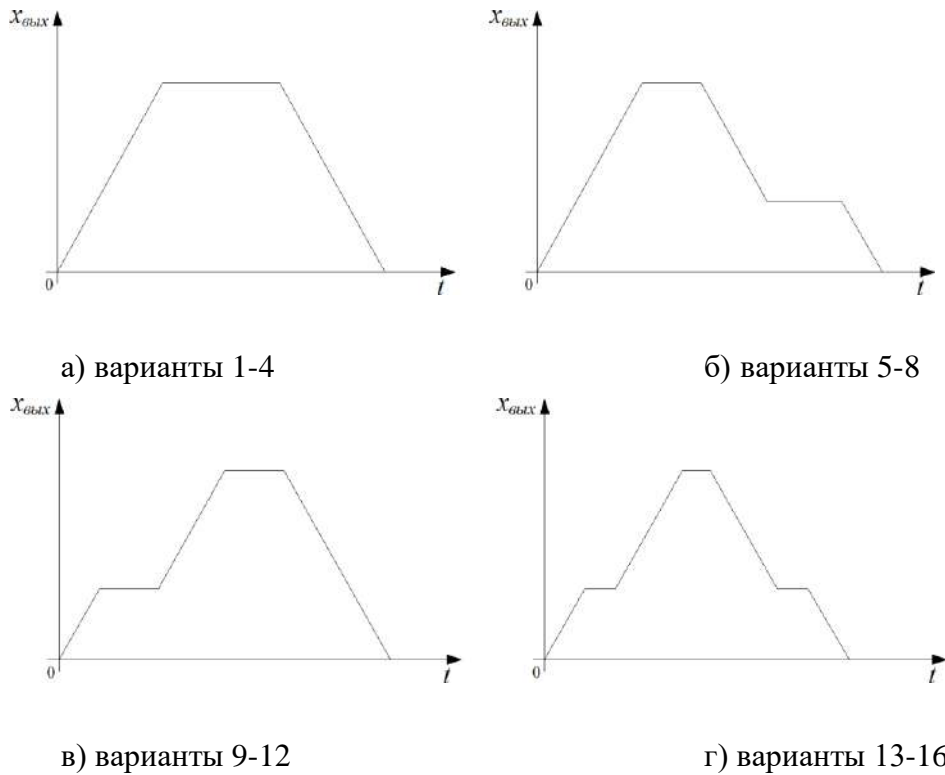

Рис. 6. Варианты изменения сигнала на выходе датчика интенсивности
6. Получить реакцию одной из систем (ОИ либо ДИ САР скорости) на входной сигнал, вид которого, в зависимости от варианта, показан на рис. 6. Сигнал формировать с помощью датчика интенсивности.